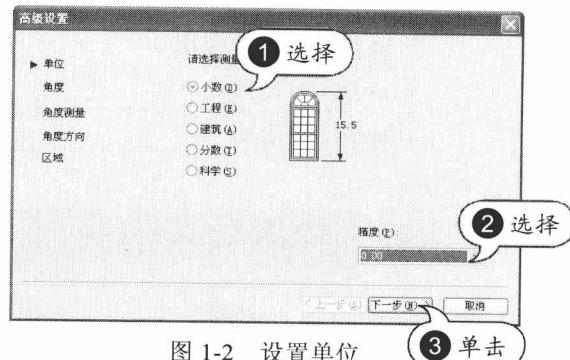

图 1-2 设置单位
**STEP 02** 设置单位。选中“小数”单选按钮，设置精度后单击“下一步”按钮，如图 1-2 所示。